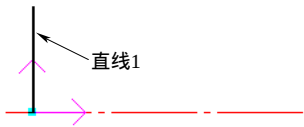
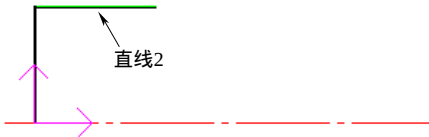

图 4-6 绘制直线 1
图 4-7 绘制直线 2
3) 系统提示：第一点（切点，垂足点），要求输入直线的第一点。启动屏幕右下角“智能”捕捉功能，在屏幕上单击选择原点。系统提示输入第二点，输入坐标（0，19），直线 1 如图 4-6 所示。系统提示输入直线 2 的第二点，输入坐标（20，0），如图 4-7 所示。